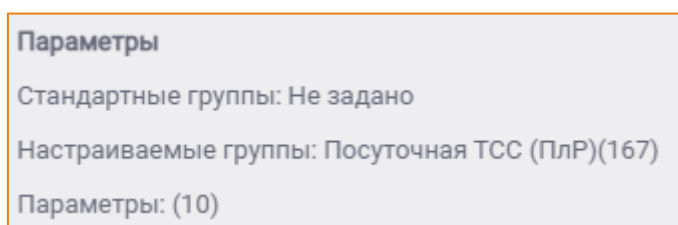

Рис. 109 – Пример отображения данных в поле «Параметры»
- **Параметры** – для отображения количества параметров, выбранных для копирования и не входящих в состав выбранных стандартных и/или настраиваемых групп. Количество параметров должно отображаться в круглых скобках (Рис. 109).